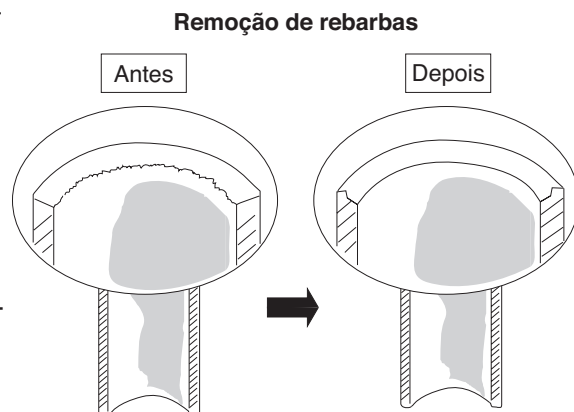

Fig. 8
- (1) Corte o tubo de cobre no comprimento necessário com um cortador de tubos. Recomenda-se que corte aproximadamente entre 30 e 50 cm mais do que o comprimento que calcula ser necessário para a tubagem.
- (2) Tire rebarbas na extremidade do tubo de cobre com um mandril para tubos ou uma lima. Este processo é importante e deve ser efectuado cuidadosamente para obter uma boa dilatação. (Fig. 8)